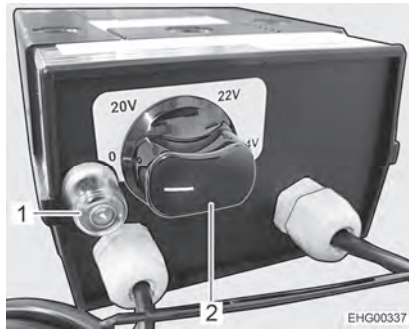

Bild 114 Reglage för elektrisk golvvärme
- Ställ vridregulatorn (Bild 114,2) på önskad värmeeffekt.
- Ställ vridregulatorn (Bild 114,2) på "0".
Om regulatorn överbelastas aktiveras överbelastningsskyddet. Stiftet (Bild 114,1) skjuts ut.
- Tryck in stiftet (Bild 114,1) på överbelastningsskyddet igen när regulatorn har svalnat.